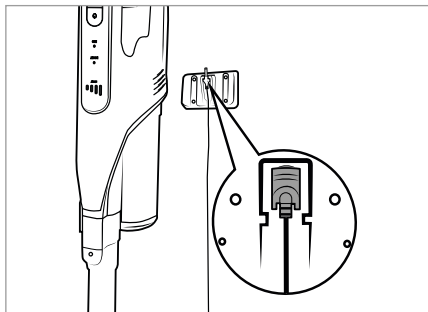

Fig. 6
- ◆ Sæt støvsugeren i vægholderen ⑮ ovenfra, så hulstikket ⑪ går ind i ladestikket ③ på undersiden af produktet. Batteriindikatoren ②⑤ begynder at blinke, og opladningen starter (se fig. 6 og 7).